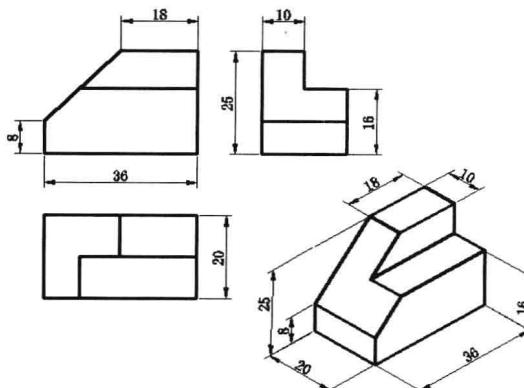

图 7-4-21
(17) 用同样的方法, 使用对齐和倾斜命令标出轴测图的其他尺寸, 如图 7-4-21 所示。